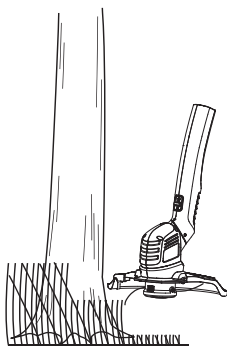

Fig. 14
- > Con cuidado, maniobre la herramienta alrededor de objetos, tales como árboles y arbustos, asegurándose de que el hilo de corte no llegue a tocarlos. Evite que el hilo de corte haga contacto con plantas delicadas (Fig. 14).